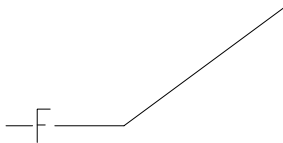

图 6-62 打开素材
**01** 按 Ctrl+O 组合键,打开配套光盘提供的“第 6 章/ 6.3.3 管道坡度.dwg”素材文件,结果如图 6-62 所示。